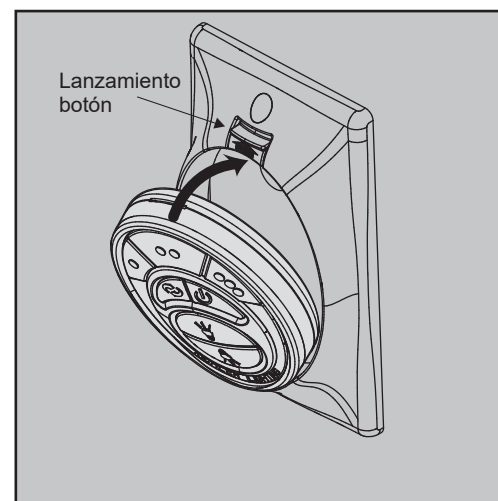

Fig. 25
Paso 1. Inserte el transmisor en la placa de pared insertando primero la parte inferior del transmisor y luego presione la parte superior del transmisor en el bolsillo. El transmisor funcionará completamente desde esta ubicación o puede quitar el transmisor y usarlo como un dispositivo "portátil". (**Fig. 25**)